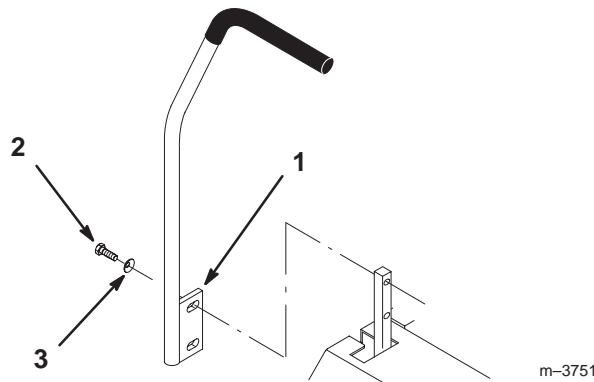

Figure 3
1. Retirer les 4 boulons de 26 mm (3/8–16 x 1") et 4 rondelles ressort de 10 mm (3/8") qui attachent les leviers de traction aux bras de traction pour l'expédition (Fig. 3).
2. Placer les leviers (tasseaux tournés vers l'arrière) contre les bras de traction, du côté extérieur, et les fixer à l'aide de 4 boulons de 26 mm (3/8–16 x 1") et 4 rondelles ressort de 10 mm (3/8") (Fig. 3).
4. Aligner les leviers parfaitement l'un en face de l'autre, au point mort. Desserrer la visserie et faire glisser ou incliner le(s) levier(s) vers l'avant ou l'arrière jusqu'à ce que l'alignement soit correct (Fig. 3).